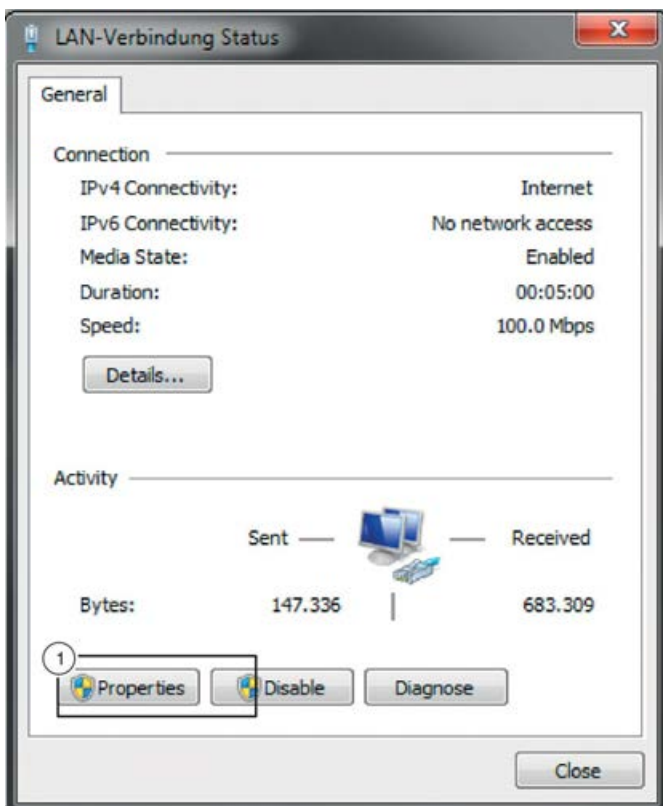

Fig. 41: Estado de la conexión LAN
5. ▶ Seleccione «Propiedades» (Fig. 41 /1).